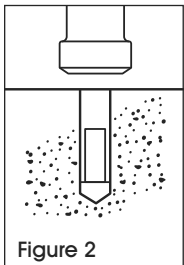

Figure 2
2. Enfoncez l'ancrage jusqu'à ce qu'il soit à ras de la surface du béton. (Voir Figure 2)